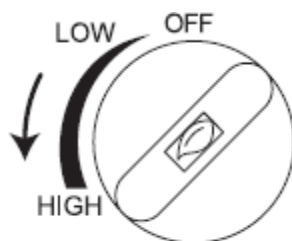

Fig. 4
- Tournez le bouton d'allumage dans le sens inverse des aiguilles d'une montre jusqu'à la position « HIGH » jusqu'à ce que le dispositif d'allumage piézo-électrique « clique » et allume le brûleur. (FIG.4)